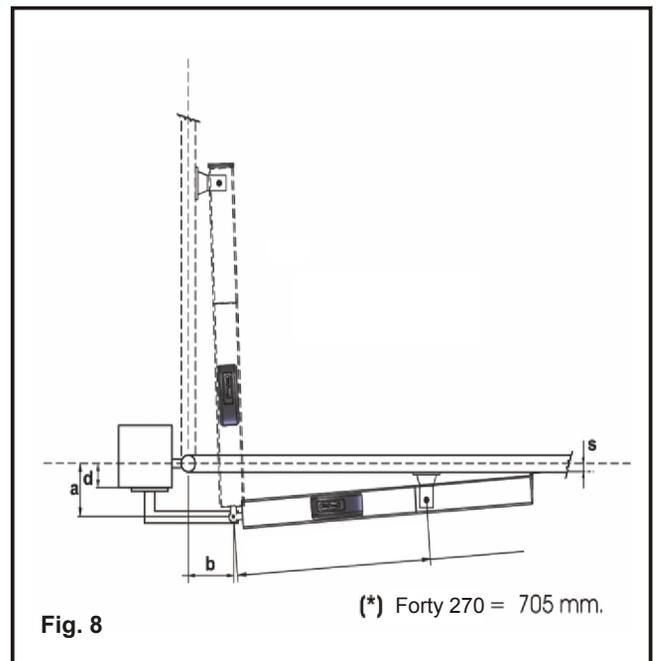

Fig. 8
3.3. INSTALLATION SPÉCIALE POUR OPÉRATEUR AVEC OUVERTURE VERS L'EXTÉRIEUR (Fig 8)